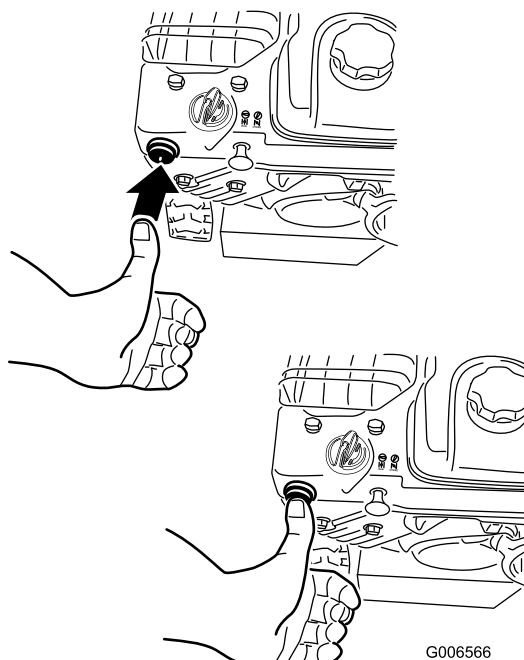

Figure 20
4. Avec le pouce, appuyez fermement sur l'amorceur à 2 reprises (à partir de -9°C) ou à 4 reprises (en dessous de -9°C), en marquant une pause d'une seconde chaque fois (Figure 20).